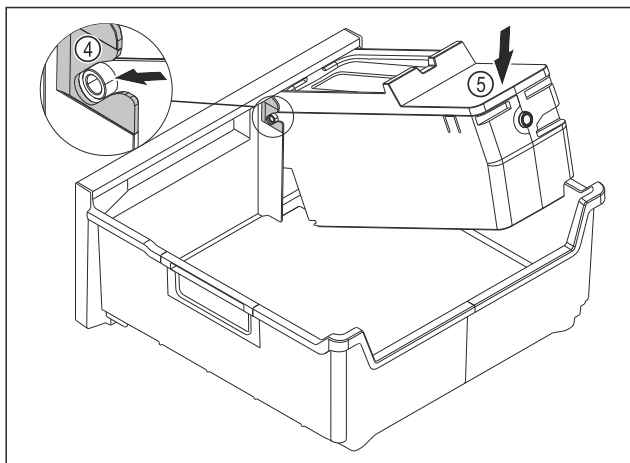

Fig. 87
- ▶ Montáž korpusu EasyTwist-Ice: Osy korpusu EasyTwist-Ice zasuněte do vedení Fig. 87 (4).
- ▶ Stlačte korpus EasyTwist-Ice Fig. 87 (5) vzadu dolů.